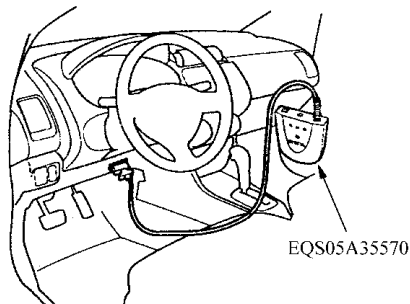

图 3-6 将本田接口模块 (HIM)
- 1) 将点火开关置于 ON (II)。不要起动发动机。
- 2) 如图 3-6 所示, 将本田接口模块 (HIM) 连至驾驶员侧仪表板下的数据传输插接器 (DLC) 上。